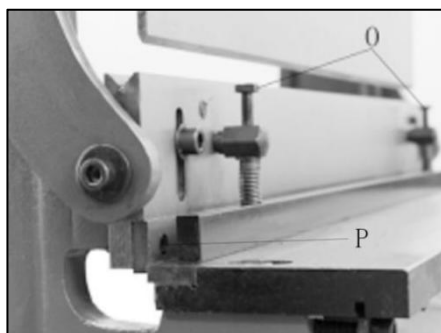

Figura 10
16. Rimuovere il fissaggio allentandolo viti (O, Figura 10), utilizzando viti esagonali da 10 mm chiave.
18. Rimuovere 4 viti (P, Figura 10) e rimuovere con attenzione la lama.
19. Ruotare o sostituire la lama e reinstallarla viti (P).
20. Reinstallare il fermo. Quando la lama è in posizione più alta, il divario tra il tenere premuto e il tavolo dovrebbe essere entro 1/4. Regolare in questa posizione ruotando la due viti (O, Figura 10) secondo necessità. Quando la lama inizia la sua corsa verso il basso, il fermo dovrebbe immediatamente tenere pezzo in lavorazione in posizione.